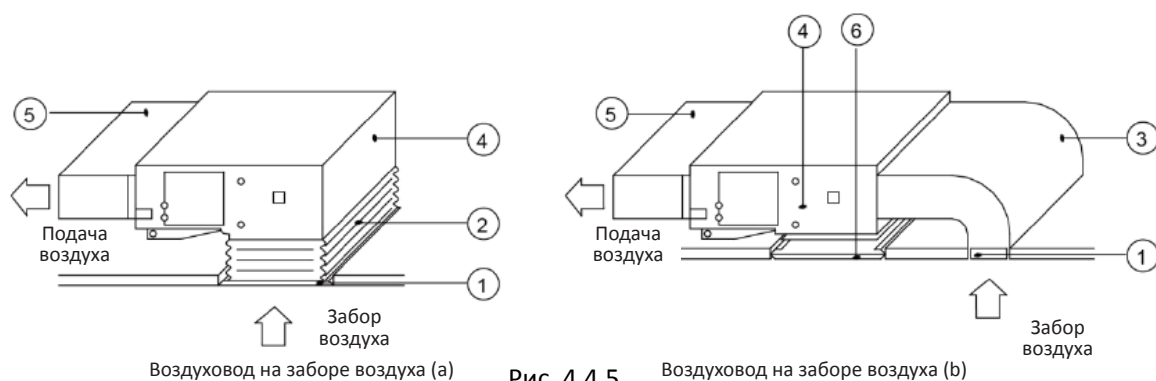

Рис. 4.4.5
(2) Если на объекте требуется забор воздуха снизу, то прямоугольный фланец и заглушку воздухозаборного отверстия необходимо поменять местами.
(3) Присоединить один торец воздухозаборного воздуховода к воздухозаборному отверстию заклепками, а второй – к воздухозаборной решетке. Для более удобного регулирования высоты можно предусмотреть секцию канала из брезента. Ее можно будет армировать и закрепить железной проволокой типоразмера 8.
(4) При заборе воздуха снизу уровень шума будет выше, чем при заборе с тыльной стороны. Поэтому для снижения уровня шума рекомендуется предусмотреть шумоглушитель и камеру статического давления.
(5) При выборе типа монтажа следует руководствоваться условиями в здании, удобством техобслуживания и так далее. См. рис. 4.4.5.